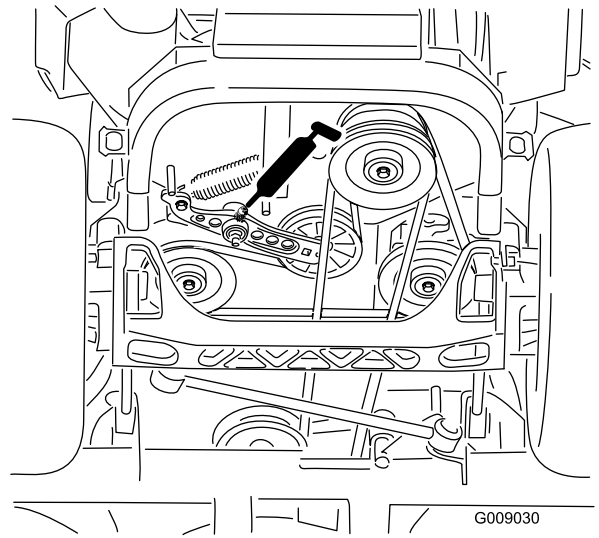

Figura 40
4. Engrase el brazo tensor de la correa de transmisión (Figura 40).